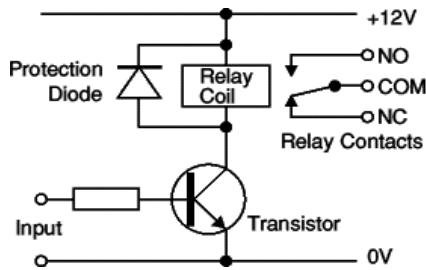

Figura 4 – O TJB como chave acionando uma lâmpada incandescente através de um relé eletromecânico de 12 V.
**Questão 3** – Complete o circuito da Figura 4, de modo que aos terminais COM e NO (ou NA) do relé seja conectada uma lâmpada incandescente de 127 V, 40 W, alimentada por uma tensão monofásica de 127 Vrms, 60 Hz.
**Questão 4** – Ao circuito da Figura 4, inserir um motor CA universal, conectando-o ao terminal NC (ou NF, normalmente fechado). Explicar o funcionamento do circuito.